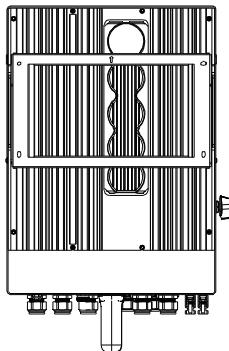

Figura 3.7 Soporte mural
2. Levante el inversor (con cuidado de no forzar el cuerpo) y alinee el soporte trasero del inversor con la sección convexa del soporte de montaje. Cuelgue el inversor en el soporte de montaje y asegúrese de que esté bien sujetado (consulte la figura 3.7).